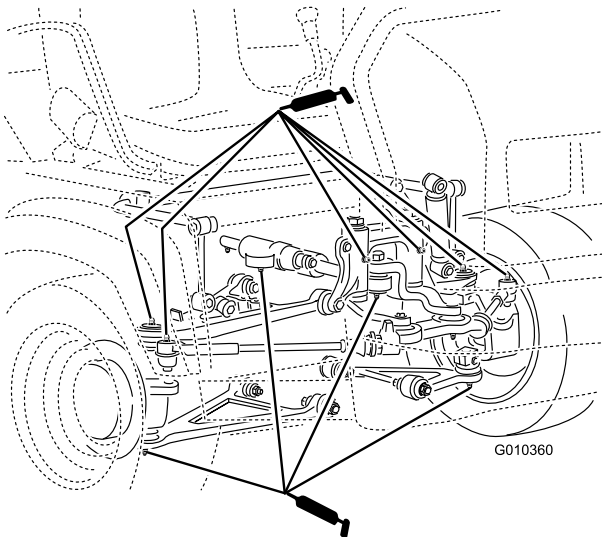

Bild 36
- Kugellager (4), Spurstangen (2), Schwenkhalterungen (2) und Lenkzylinder (2) (Bild 36)